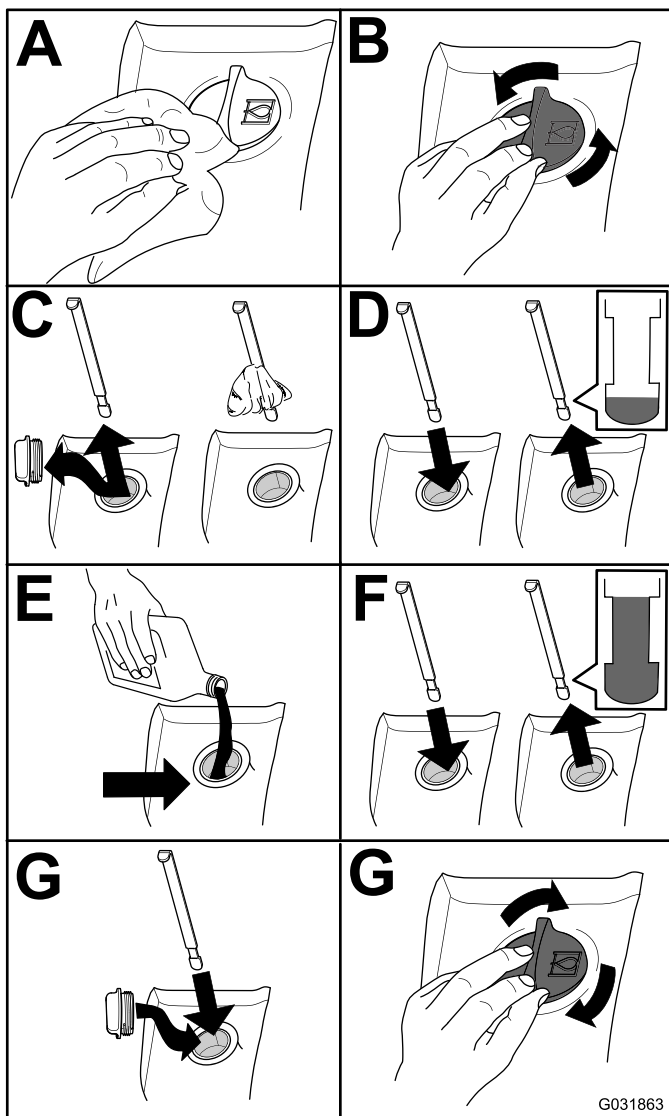

Bild 75
2. Prüfen Sie den Stand des Hydrauliköls (Bild 75).